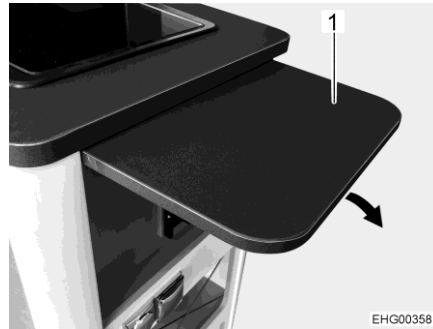
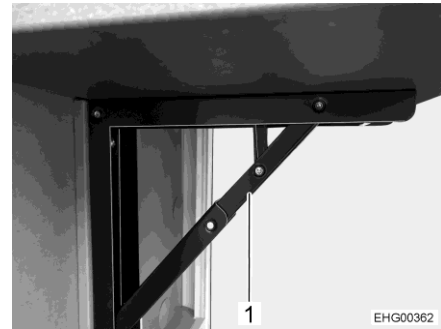

Bild 26 Klappbord till köksbänk
Bild 27 Hållare
- Fäll upp bänkskivan (Bild 26,1), tills hållaren (Bild 27,1) hakar i.
- Fäll in hållaren (Bild 27,1) och fäll ner bänkskivan (Bild 26,1).